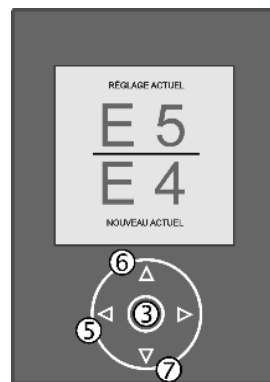

Fig. 34
- ▶ Réduire le temps d'alimentation en eau : Appuyer sur la touche vers le haut Fig. 34 (6).
- ▶ Prolonger le temps d'alimentation en eau : Enfoncer la touche vers le bas Fig. 34 (7).